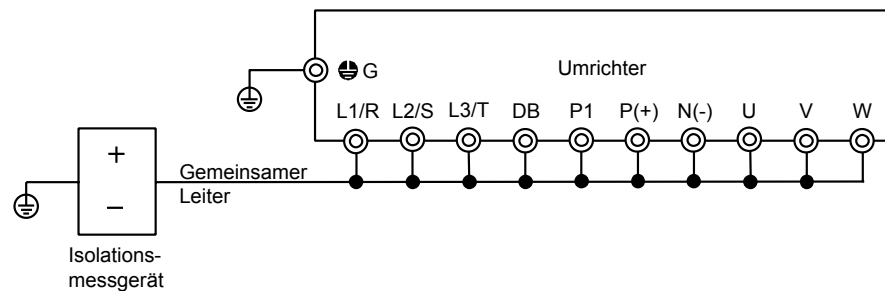

Bild 7-4-1 Isolationsprüfung
- 3) Schließen Sie die Klemmen des Hauptstromkreises wie in Bild 7-4-1 gezeigt über eine gemeinsame Leitung an.